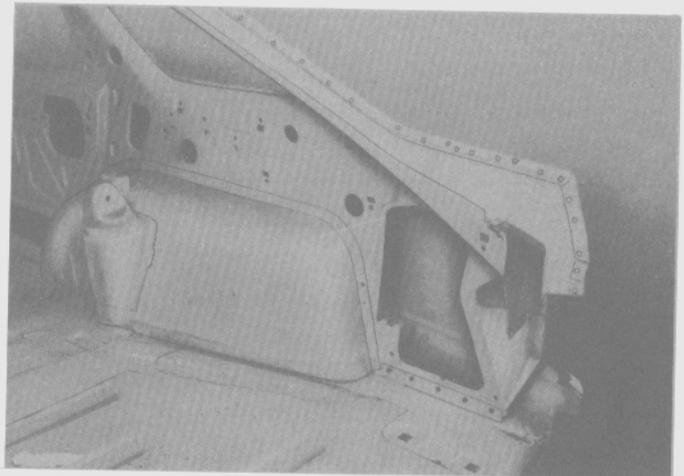

Fig. 223
- Para evitar posibles daños durante el desmontaje de los restos del panel, perforar los puntos de soldadura de la bajada del portón y del panel trasero (Fig. 223).